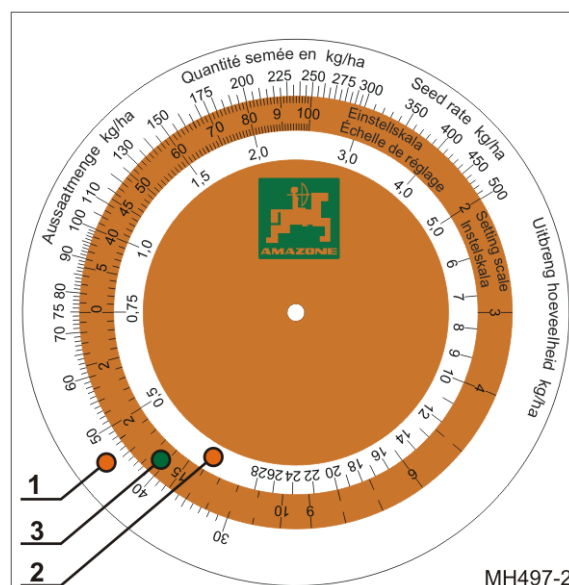

Fig. 70
- uma escala branca exterior (Fig. 70/1) para todas as quantidades de sementes superiores a 30 kg/ha
- uma escala branca interior (Fig. 70/2) para todas as quantidades de sementes inferiores a 30 kg/ha
- uma escala de cor (Fig. 70/3) com todas as posições da transmissão de 1 a 100.
Em caso de regulações eletrónicas da quantidade de sementes, a régua de cálculo (Fig. 70) não é necessária.